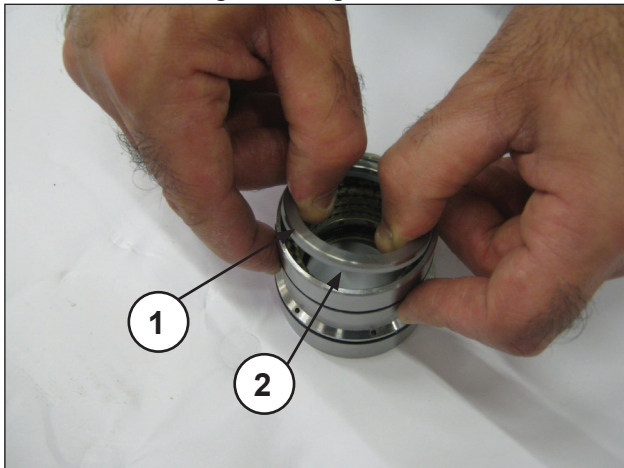
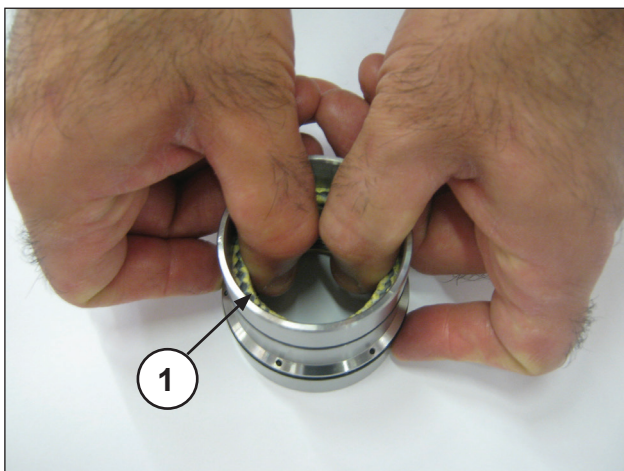

Abb. 48
Abb. 49
Trennen Sie den Dichtungshalter von der Buchse, entnehmen Sie den Federring und den Abstreifring (Pos. ①②, Abb. 48), um die Druckdichtungen freizulegen (Pos. ①, Abb. 49).